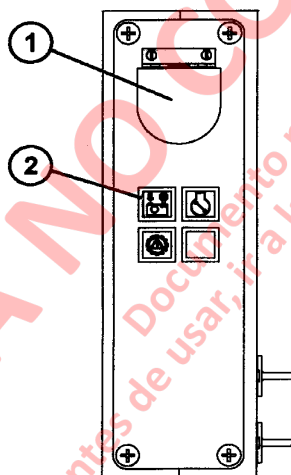

FIGURA 32-9. VISTA POSTERIOR DE LA CONSOLA CENTRAL
Cuando se presiona el botón de almacenamiento de datos (1, Figura 32-9) en la parte posterior de la consola central, se almacenará una "instantánea" del sistema de mando Statex III. También activará el sistema VHMS para guardar una instantánea del sistema operativo del camión. La luz azul (2) en la parte posterior de la consola central permanecerá encendida mientras el VHMS esté registrando la instantánea.